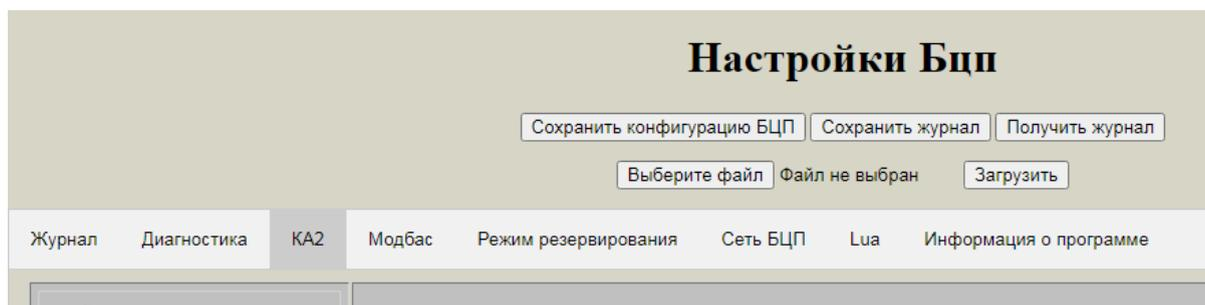

Рис. 4
2. Выбрать вкладку “КА2” (Рис. 4).